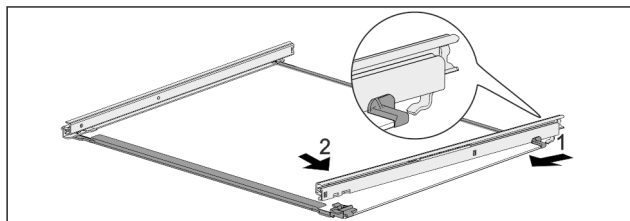

Fig. 41 Стеклопластина с направляющими
- ▶ Зацепите направляющую сзади. Fig. 41 (1)
- ▶ Защелкните направляющую спереди. Fig. 41 (2)